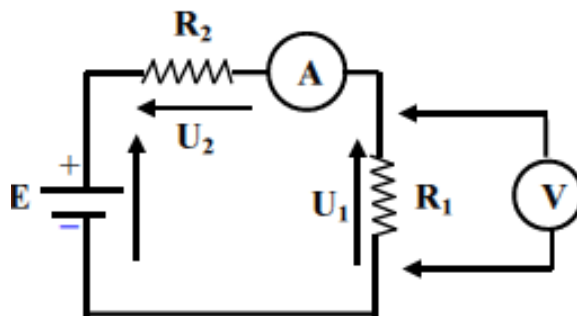

Figure 4: Mesure de courant et de tension à l'aide de l'ampèremètre et du voltmètre
- Réaliser le montage de la figure 4 ci-dessous (**le faire vérifier par l'enseignant de TP avant d'alimenter**),